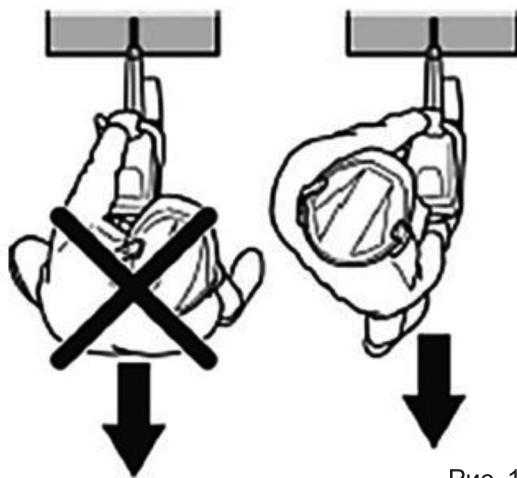

Рис. 17
2. Положение при резании — слева от бензореза. В случае отдачи бензорез будет двигаться в плоскости отрезного диска. Никогда не допускайте, чтобы какая-то часть тела располагалась за бензорезом (рис. 17).